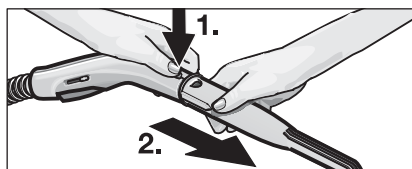

Fig. 2: Detașarea accesoriilor
- Pentru detașarea accesoriilor, apăsați butonul de dezăvorâre (B3 respectiv F2) și despărțiți părțile componente (vezi fig. 2).